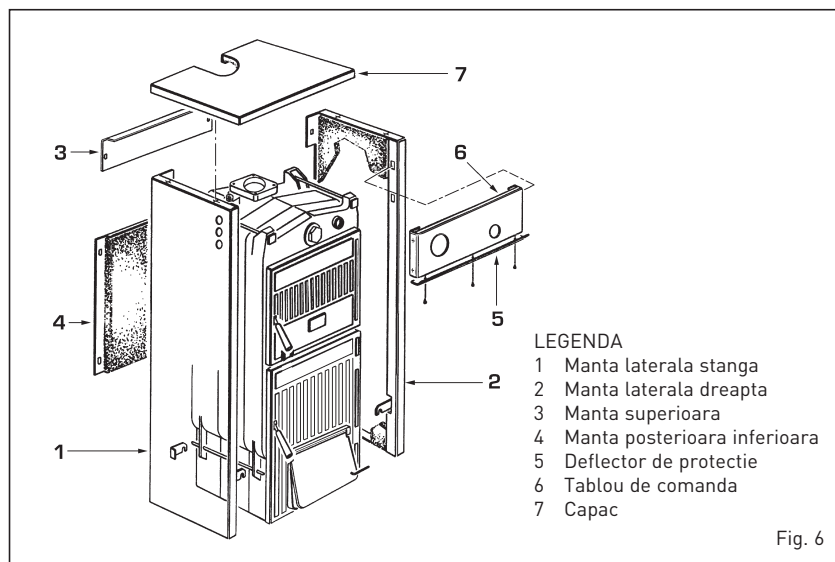

Fig. 6
care una pentru a bloca bridele de fixare laterale. Montarea componentelor mantalei se va executa dupa cum urmeaza (fig. 6):
**ATENTIE: Pentru a putea fixa parghia cu lantul in suportul regulatorului, trebuie sa scoateti deflectorul din aluminiu montat pe tabloul de comanda slabind cele trei suruburi care il fixeaza (fig. 6). Dupa ce s-a executat montajul si reglajul aferent, reintroduceti deflectorul de protectie.**